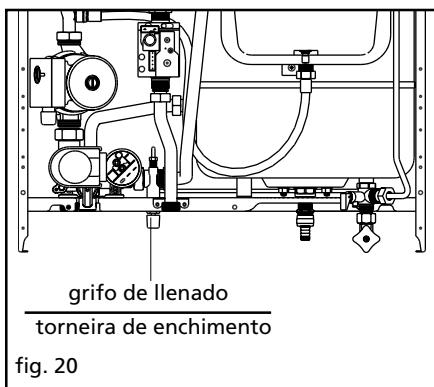

fig. 20
- Comprobar la presión de carga de la instalación de la calefacción, indicada por el manómetro (fig. 19). El valor de presión tiene que estar incluido entre 1 y 1,5 bar, si es inferior abrir el grifo de llenado (fig. 20) y comprobar que la presión indicada por el manómetro llegue a aproximadamente 1 bar.
-verifique a pressão de carregamento da instalação de aquecimento indicada no manómetro (fig. 19). O valor de pressão deve ser incluído entre 1 e 1,5 bar, se estiver inferior abra a torneira de enchimento (fig. 20) e verifique que a pressão indicada pelo manómetro chegue a